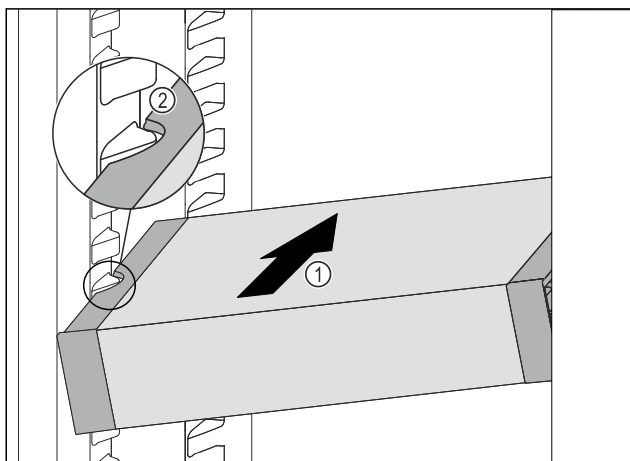

Fig. 167
- VarioSafe skjuts in snett i kyldelen Fig. 167 (1), tills sidofördjupningarna Fig. 167 (2) hos VarioSafe är i samma nivå som behållarlisterna i kyldelen.